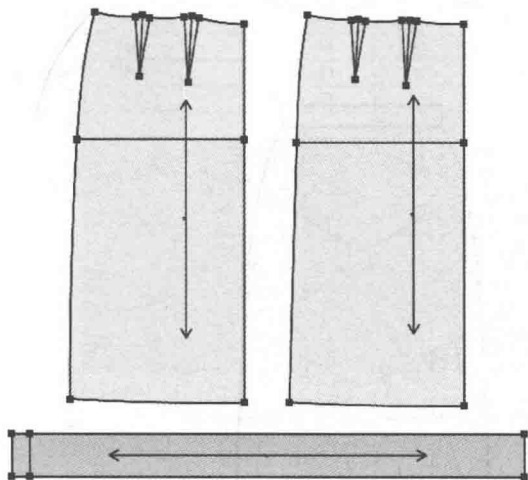

图6-17 拾取纸样
(9) 选择 【剪刀】工具拾取纸样的外轮廓线，及对应纸样的省中线；击右键切换到拾取衣片辅助线工具拾取内部辅助线。并用 【布纹线】工具将布纹线调整好(图 6-17)。